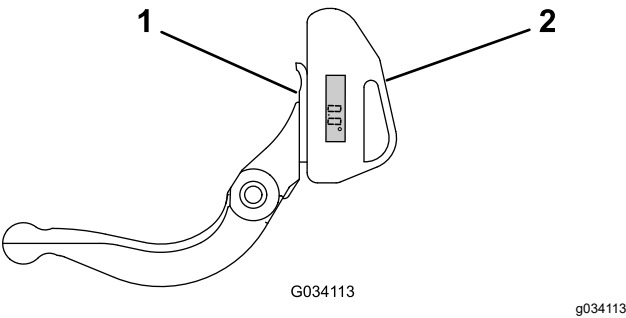

Figura 19
1. Coloque o indicador de ângulo no lado inferior da lâmina de corte, como se ilustra na Figura 19.